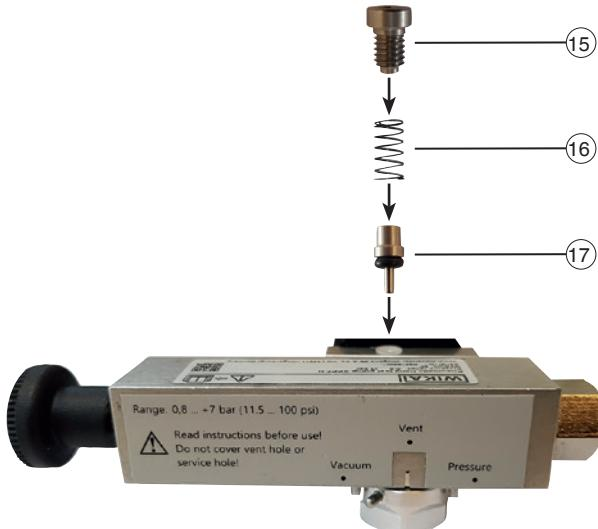

Abb. 1 - Einsetzen des Rückschlagventils
- Auf die richtige Reihenfolge der Bauteile achten (siehe Abb. 1 „Einsetzen des Rückschlagventils“)!
5. Die Öffnung ⑯ mit der Schraube ⑮ wieder verschließen.